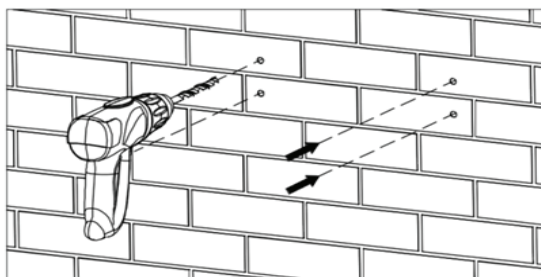

Figure 11: Perçage
(2) Percez 4 trous d'installation sur le mur avec une perceuse électrique. Comme le montre la figure 11